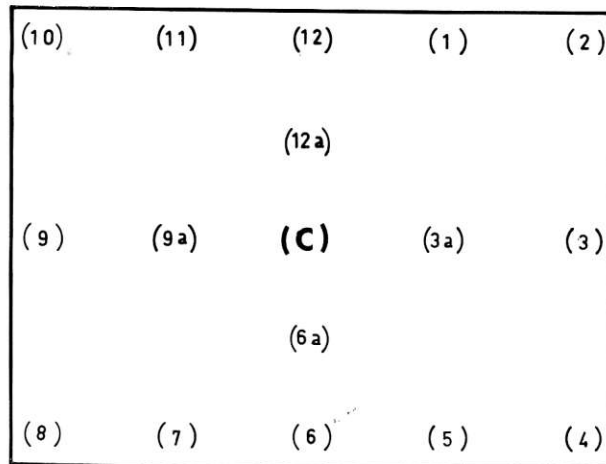
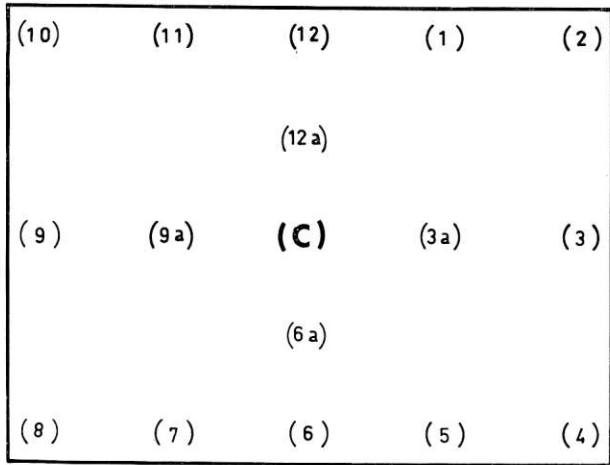

Figure 11
Fig. 14
Les zones d'observations seront définies comme ci-dessous (fig. 11 et sur les pages 21 et 22, fig. 14 et 16) :
- **Zones d'observation** : (3) - (3 a) - (c) - (9 a) - (9), fig. 14 et 16.
- Zones d'observation : (9) - (9 a), fig. 14 ou 16.
- Agir sur le potentiomètres **PC 84** pour superposer en (9) et (9 a) les BARRES VERTICALES « Rouge-Vert ». S'il y a déconvergence en (c), reprendre **PC 11**.
- Régler **PC 86** pour obtenir en (9) et (9 a) la convergence des HORIZONTALES « Rouge-Vert ». Reprendre **PC 84** pour VERTICALES « Rouge-Vert » si nécessaire.
- Agir sur **PC 82** pour superposer en (9) et (9 a) l'HORIZONTALE « Bleu » à l'HORIZONTALE « Jaune ». S'il y a déconvergence en (c), reprendre **PC 09**.
- Zones d'observation : (10) - (2).
- A l'aide du potentiomètre **PC 01**, superposer l'HORIZONTALE « Bleu » à l'HORIZONTALE « Jaune » en (10) et en (2).
— **Zones d'observation** : (3) - (3 a) - (c) - (9 a) - (9), fig. 14 ou 16.
— **Zones d'observation** : (3) - (c) - (9), fig. 14 ou 16.
- Dans la situation 1 ou 2, agir sur l'inductance **SC 01** pour superposer les VERTICALES « Bleu » aux VERTICALES « Jaune » en (3) et (9), fig. 14 ou 16.
- **Zones d'observation** : (3) et (9), fig. 14 ou 16.
- Dans certains cas de réglage, il est possible qu'il soit nécessaire de basculer les HORIZONTALES « Rouge-Vert » à (3) et (9).